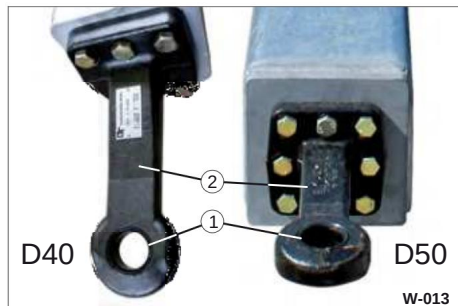

Bild 16 Smörjning av dragöglor / slipolja
• Smörj sliphylsan (bild 16/1) och den rundade ytan på dragöglan (bild 16/2) med långtidsverkande högtrycksfett.